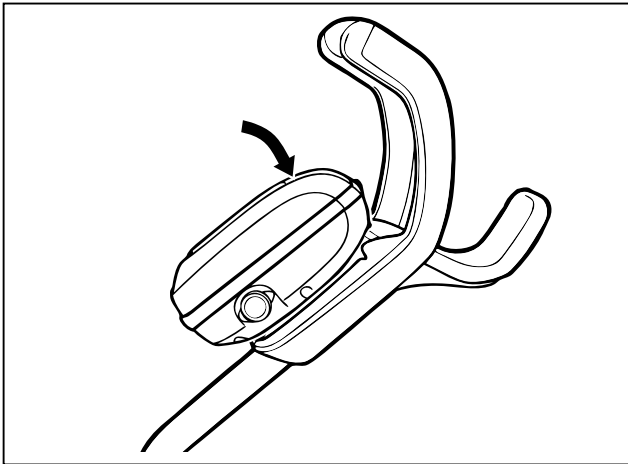

Figura 11. Coloque la unidad de control en el carrito
- Presione la unidad de control en el gancho del carrito hasta que quede bien colocada y fija en su sitio (Figura 11).